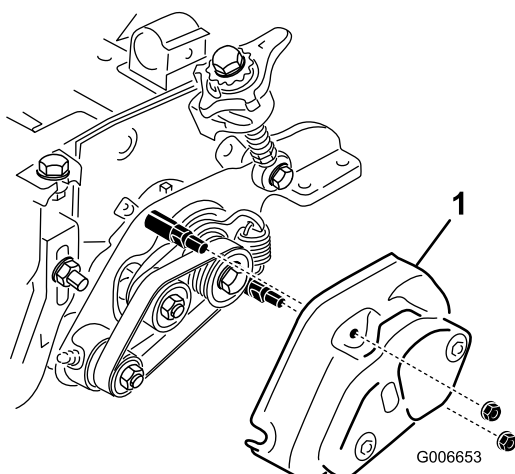

**Figure 50**
7. Vérifiez que la cale (Figure 50) entre la plaque de pivot du côté entraînement et la plaque latérale du plateau de coupe n'est pas coincée par le moyeu de pivot. La cale doit pouvoir bouger librement.